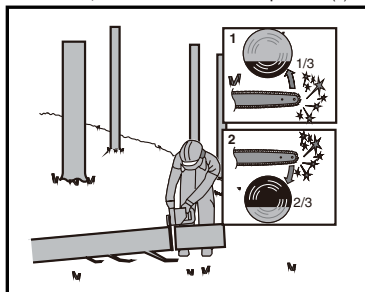

Figura 4
Cuando el tronco está apoyado en un extremo, como se ilustra en la figura 4, corte 1/3 del diámetro de la parte inferior (por debajo) (1). A continuación, realice el corte final sobrepasando (2) el primer corte.